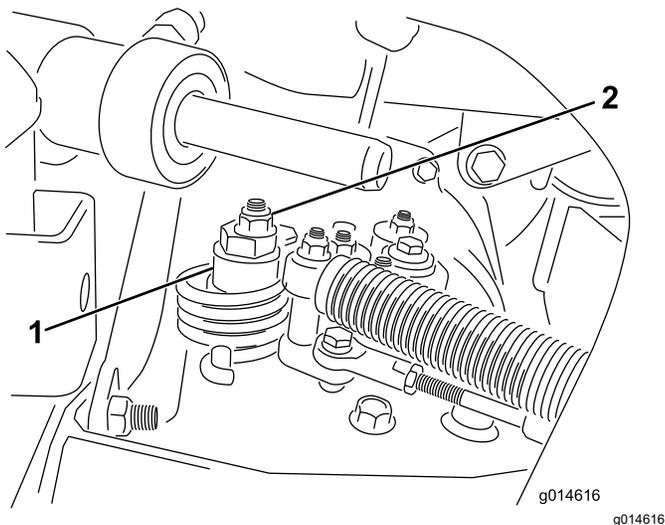

Figura 37
A. Liberte a porca que fixa o disco excêntrico ao cima do hidróstato (Figura 37).
C. Rode o disco excêntrico até eliminar a deslocação em qualquer um dos sentidos. Quando a roda deixar de rodar, aperte a porca, bloqueando deste modo o disco excêntrico e fixando a posição de ajuste (Figura 37). Verifique se o ajuste é o adequado colocando o acelerador nas posições LENTO e RÁPIDO.